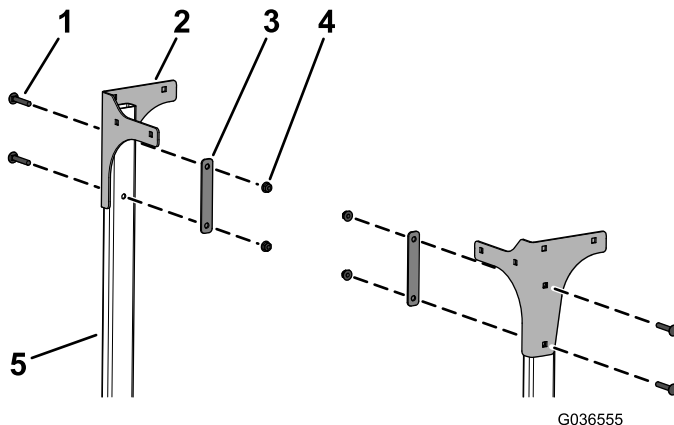

Figura 8
7. Instale provisionalmente las placas traseras derecha e izquierda a los tubos con 4 pernos de cuello cuadrado (5/16" x 1 3/4"), 2 chapas de refuerzo y 4 tuercas con arandela prensada (5/16"), tal y como muestra en la Figura 8.